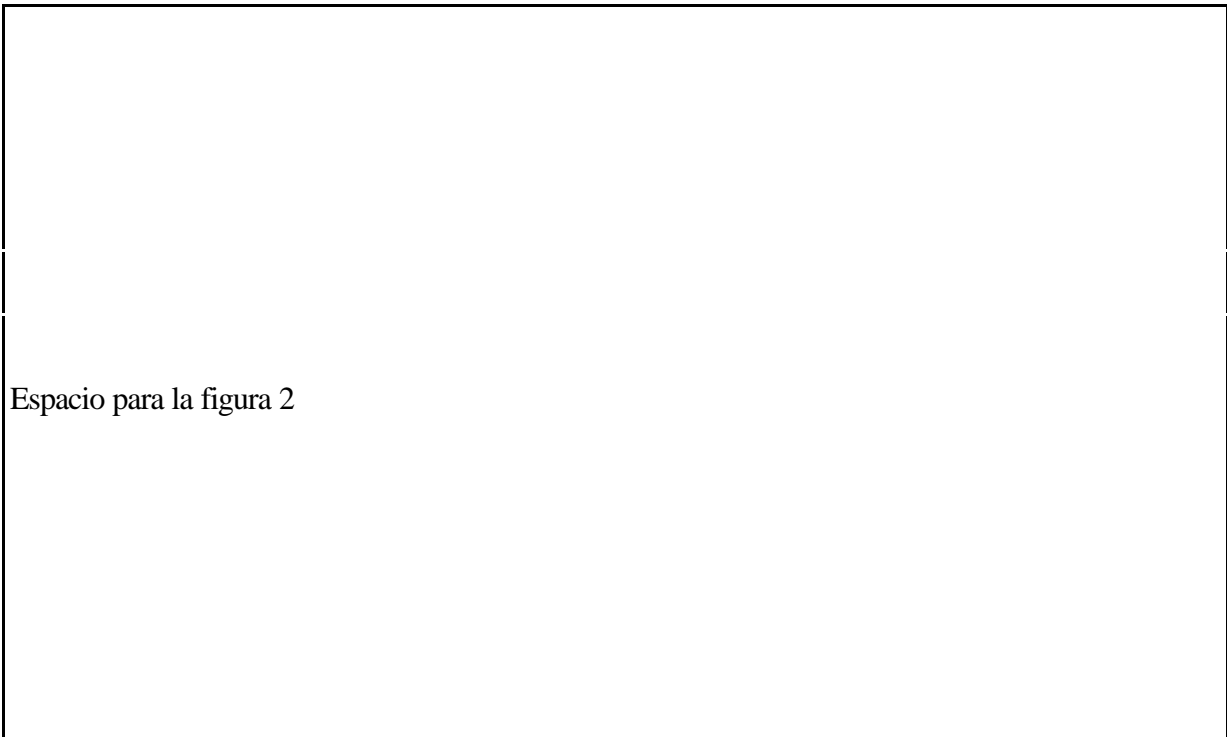

Figura 2. Tipos de burladeros. A. Plaza de tientas; B. Corrales; C. Circulares
se colocaran equidistantes, teniendo como referencia uno situado al lado de la puerta de chiqueros (Figura 2).
- a. Cercado de recepción o majada: es de tamaño medio y sirve para recibir al ganado que viene directamente del campo. En los cercados anejos a la plaza suelen situarse burladeros centrales circulares de 2 m de diámetro por 1,60 m. de altura y entradas de 40 cm (Figura 2), que permiten mejorar la entrada de los animales hacia los diferentes compartimentos del complejo.